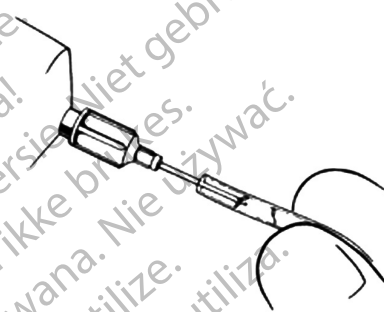

Figura 4-32. Irrigazione dei tubi e del connettore
3. Utilizzando un ago calibro 22 per riempire una siringa da 10 cc con soluzione di riempimento irrigare il connettore e i tubi per rimuovere particolato e aria. (Figura 4-32)